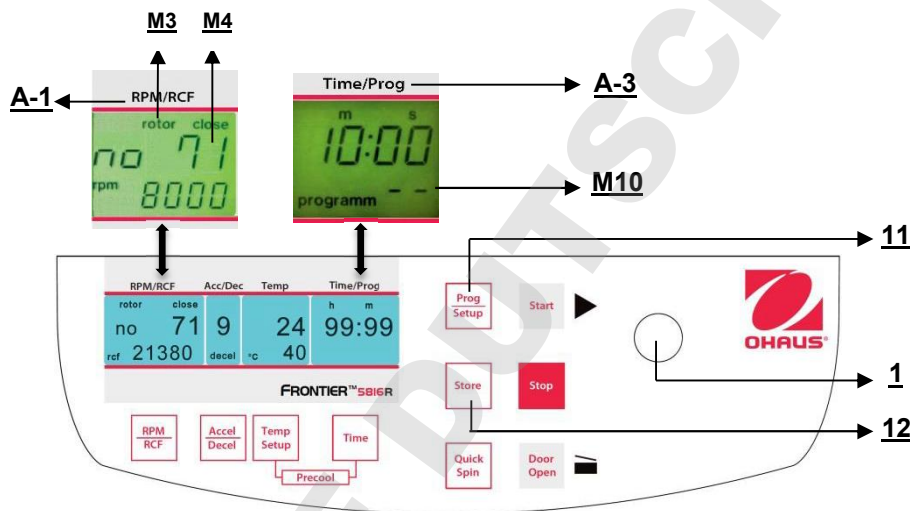

Figura 25
Per richiamare i programmi salvati, premere il tasto **"Prog/Setup"** (11) (fare riferimento alla figura 25) quando il coperchio è già chiuso. Sul display **"Time/Prog"** (A-3), appare la parola **"programm --"**(M10). Il numero di programma desiderato può essere preselezionato mediante la manopola di regolazione (1).